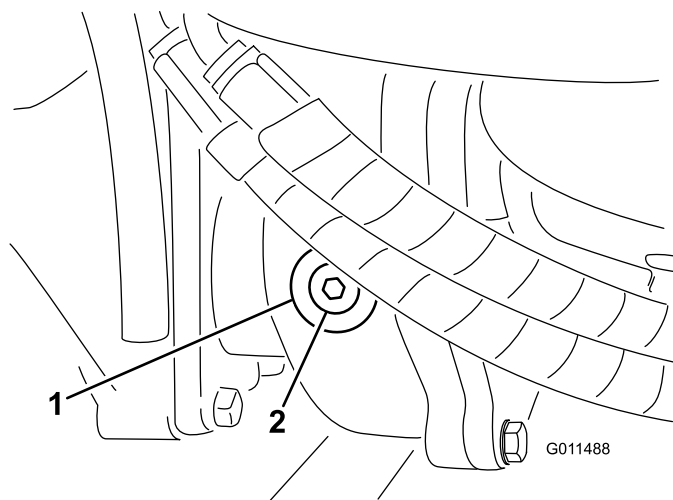

图 74
2. 从齿轮箱的左侧取出检查/注油塞确保润滑剂向上直至孔的底部图 74。